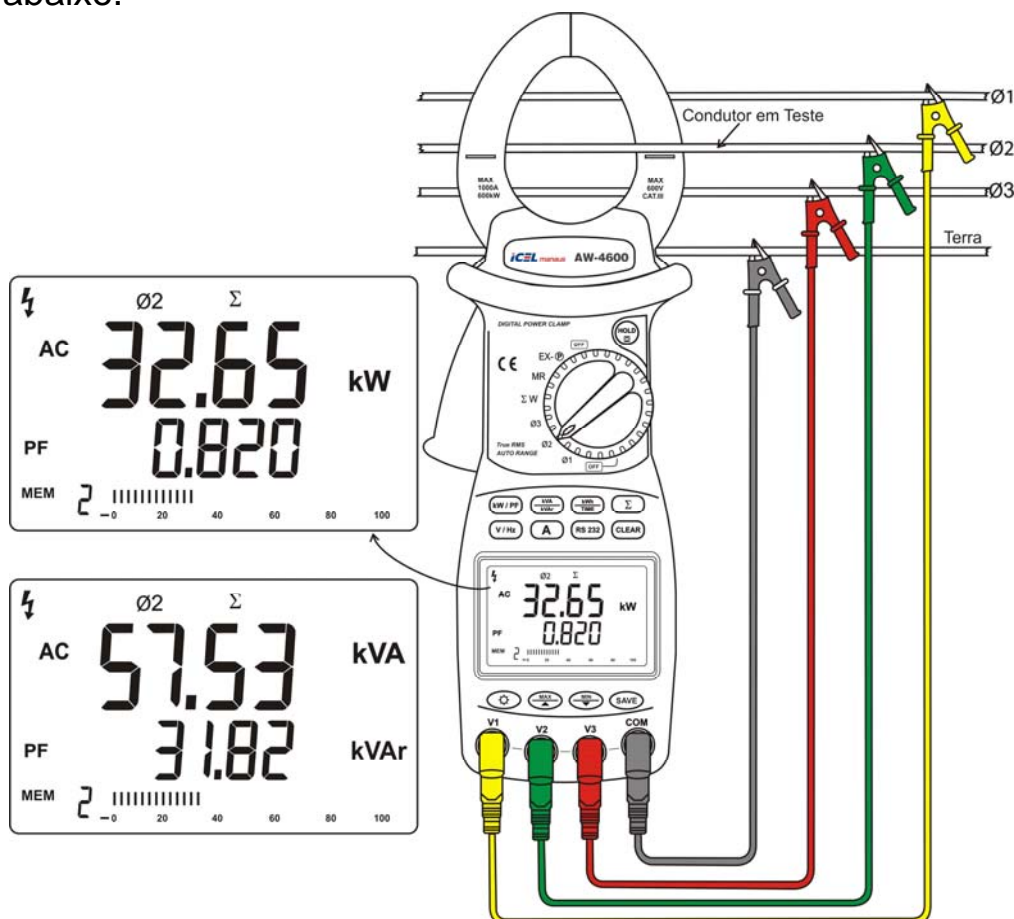

Figura 5.4.2
- g. Gire a Chave Seletora para a posição 'Ø2' e envolva com a garra o fio referente à fase 2 (V2 - ponta de prova verde), conforme a **figura 5.4.2** abaixo.